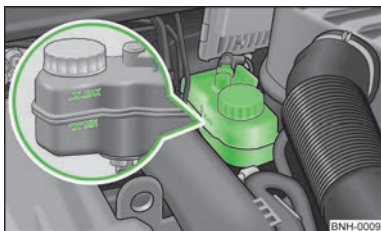

Abb. 101
- Den Bremsflüssigkeitsstand am Behälter prüfen » Abb. 101. Der Stand muss zwischen den Markierungen „MIN“ und „MAX“ liegen.